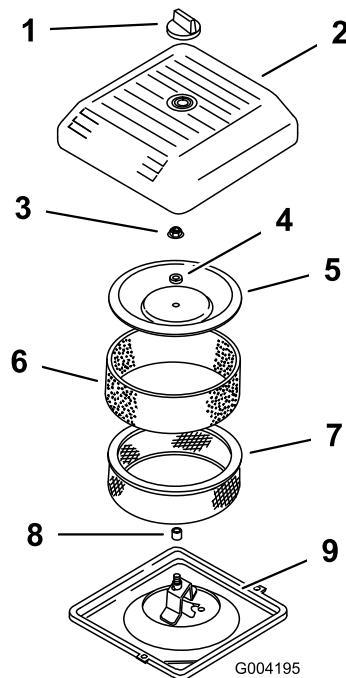

Figura 144
3. Svitate la manopola e rimuovete il coperchio del corpo del filtro (Figura 144).
4. Fate scorrere attentamente il prefiltrato in schiuma sintetica fuori dall'elemento di carta (Figura 144).
5. Svitate il dado del coperchio e rimuovete il coperchio, il distanziale e il filtro di carta (Figura 144).